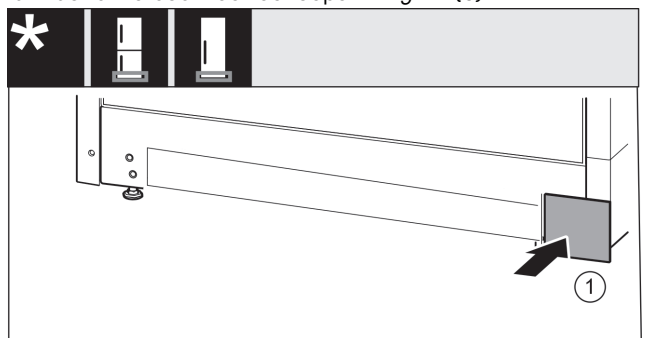

Fig. 15
- Aseta suojus takaisin paikoilleen toisella puolella. Fig. 15 (1)